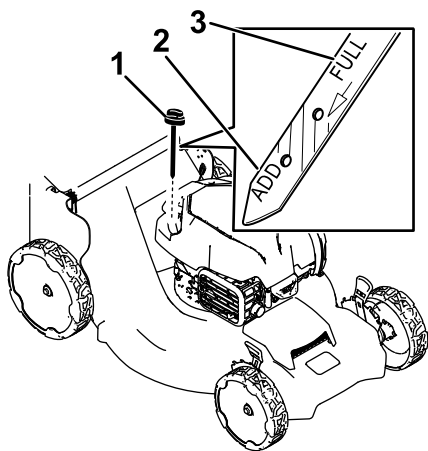

Figura 24
3. Retire a vareta rodando-a no sentido contrário ao dos ponteiros do relógio e puxando-a para fora (Figura 24).
4. Incline o cortador para o lado (de forma a que o filtro de ar fique voltado para cima) para drenar o óleo utilizado para fora do tubo de enchimento do óleo (Figura 24).